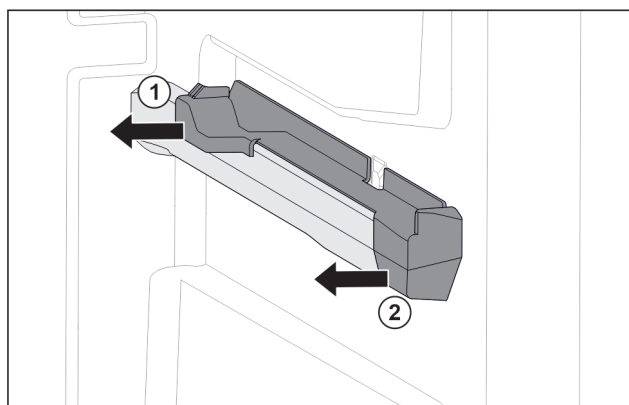

Fig. 58 Вставная часть на правом контейнерном ребре
- ▶ Отодвиньте вставную часть сзади в сторону. Fig. 58 (1)
- ▶ Отодвиньте вставную часть спереди в сторону. Fig. 58 (2)